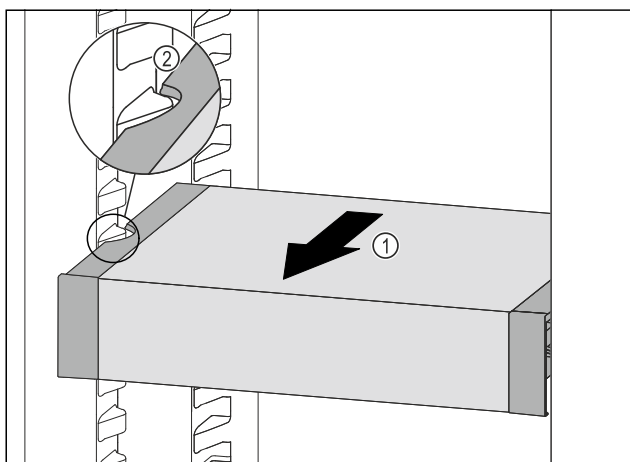

Fig. 125
- 向前拉动 VarioSafe Fig. 125 (1)，直至 VarioSafe 的侧部凹槽与冷藏区中的容器肋梁持平。Fig. 125 (2)